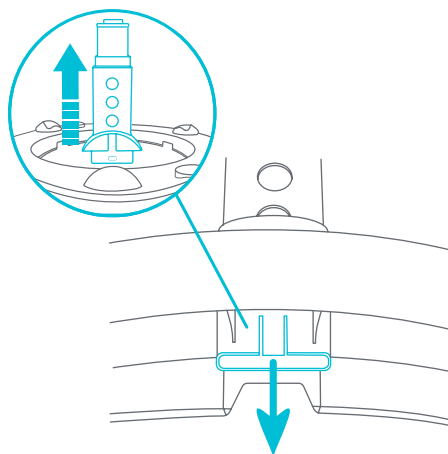

Fig. 13c
- **PATAS DE MESA:** Para retirarla, ubique la lengüeta debajo de la base. Tire de la lengüeta hacia usted y retire la pata (Fig. 13c). Repita para los otros lados.